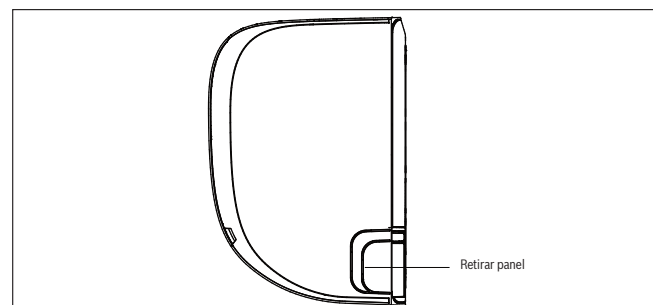

Fig. 10.
2. En caso de que el taladro de la pared se encuentre detrás de la unidad, mantenga el panel de retirada en su lugar. En caso de que el taladro de la pared se encuentre a un lado de la unidad interior, retire el panel posterior del lado de la unidad. (Véase **fig. 10**). Esto creará una ranura por la que se puede retirar el tubo de la unidad. Utilice pinzas de aguja en caso de que sea demasiado difícil retirar el panel de plástico con la mano.